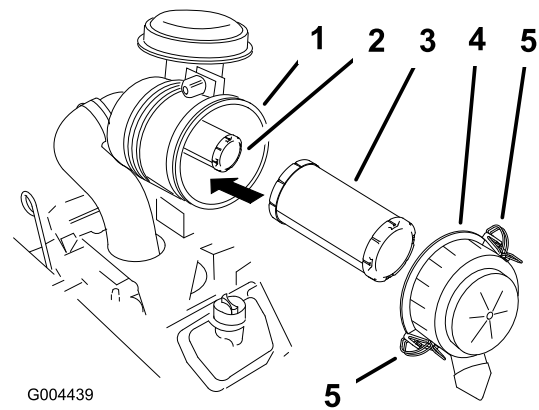

Figure 32
dans le moteur et l'endommageant. Ouvrez les dispositifs de verrouillage du filtre à air et enlevez le couvercle du corps du filtre (Figure 32).
4. Nettoyez l'intérieur du couvercle à l'air comprimé (Figure 32).
5. Sortez l'élément principal du corps du filtre avec précaution (Figure 32). Évitez de cogner l'élément à l'intérieur du corps.
1. Si vous montez des éléments filtrants neufs, vérifiez qu'ils n'ont pas souffert pendant le transport. N'utilisez pas les éléments s'ils sont endommagés. (Figure 32).
2. Si vous remplacez l'élément de sécurité, insérez-le avec précaution dans le corps du filtre (Figure 32).
3. Placez ensuite l'élément principal sur l'élément de sécurité avec le même soin (Figure 32). Assurez-vous qu'il est bien engagé en appuyant sur le rebord extérieur.
4. Reposez le couvercle du filtre à air, le côté portant l'inscription **UP** en haut, et fermez les dispositifs de verrouillage (Figure 32).